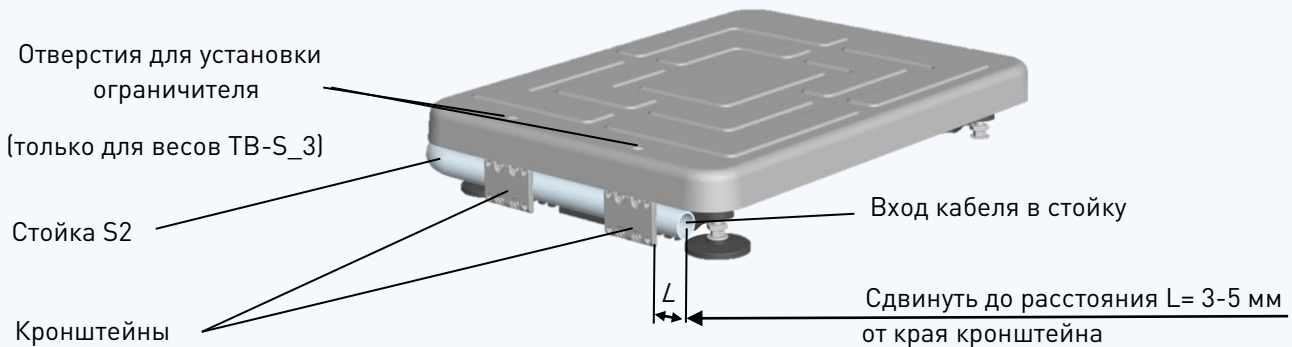

Рис. 6.1. - Крепление круглой вращающейся стойки к модулю ТВ-S
1. Сдвинуть стойку S2 на расстояние  $L = 3-5$  мм от края стойки до края кронштейна, Рис. 6.1.